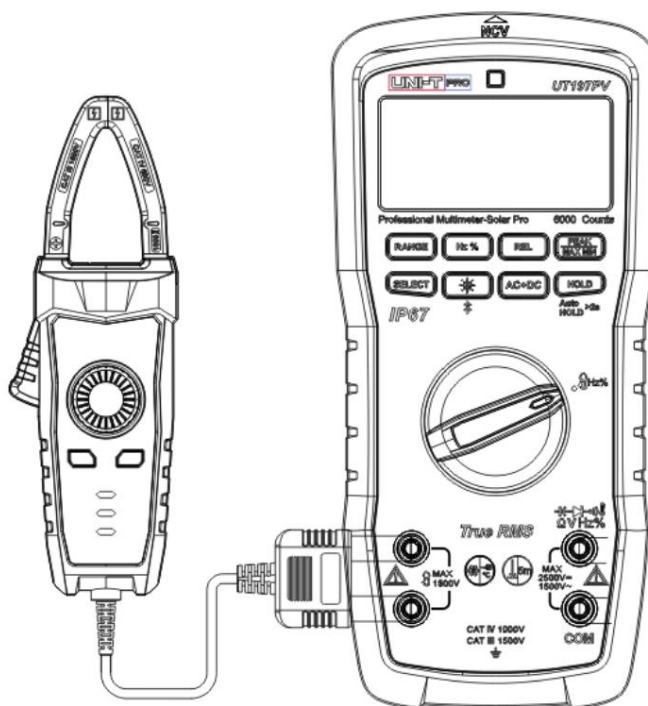

Figura 13
10. Măsurarea senzorului de curent (ACA/DCA) (Figura 13)